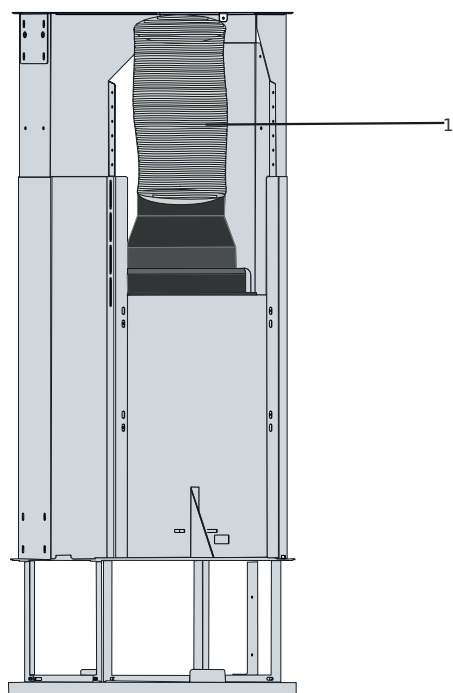

Fig. 15 1- Aluminiumkanal
4. Forbind den ene ende af aluminiumsrøret, du får, til produktets plastfunnel og den anden ende til køkkenfunnelen. Kontroller, at disse to forbindelser er tætte nok til ikke at løsne, når emhætten kører på fuld hastighed (Fig. 15).